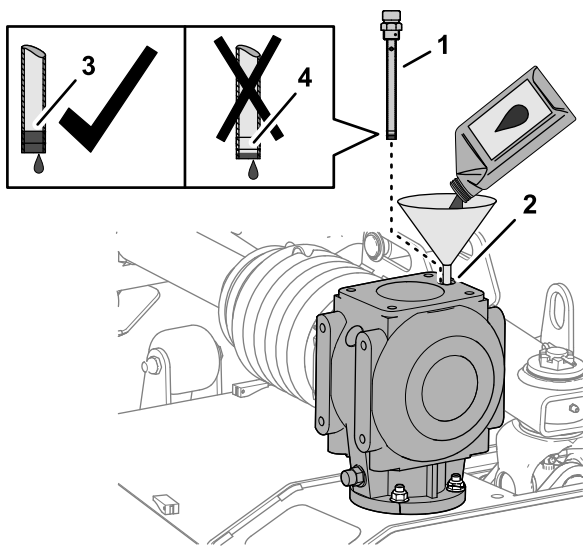

Bild 57
- Geben Sie 1,064 l des angegebenen Getriebeöls über die Peilstaböffnung in das Getriebe (Bild 57).
- Schrauben Sie den Peilstab in die Einfüllöffnung ein, schrauben Sie den Peilstab wieder heraus und überprüfen Sie den Schmierstofffüllstand (Bild 57).
- Führen Sie den Peilstab in die Einfüllöffnung ein und schrauben Sie den Peilstab (Bild 57) fest.